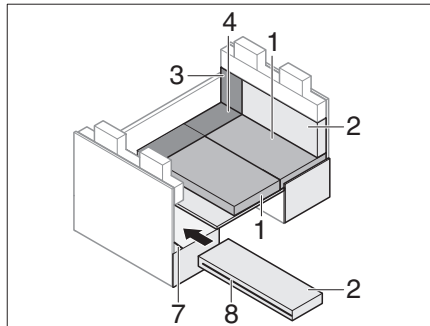

Bild 197 Medan ombyggnaden pågår
- Öppna blixtlåset (Bild 197,8) på ryggdynan.
- Placera spåret i ryggdynan över ISOFIX-traversen (Bild 197,7).